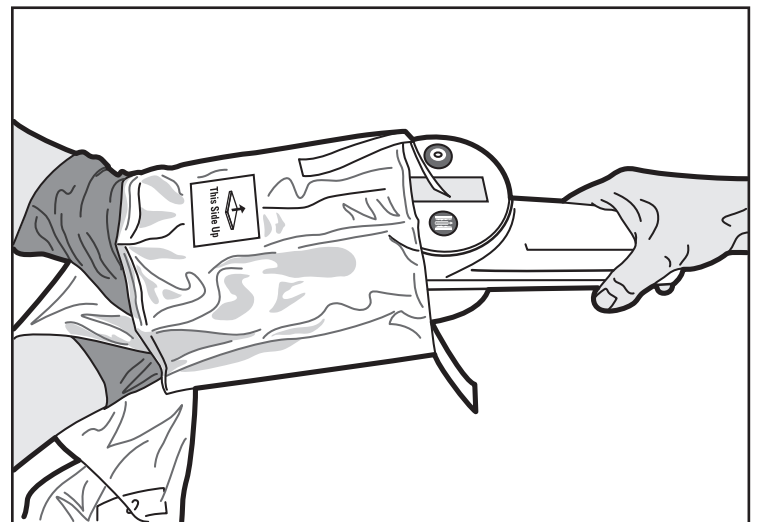

Figura 4. Inserción de la unidad motora MDU5 PLUS
5. Entonces, el operador no estéril coloca la unidad motora MDU5 PLUS en la abertura, de forma que la parte superior de la unidad motora MDU5 PLUS esté alineada con la etiqueta "This Side Up" (Este lado hacia arriba) de la bolsa (figura 4).